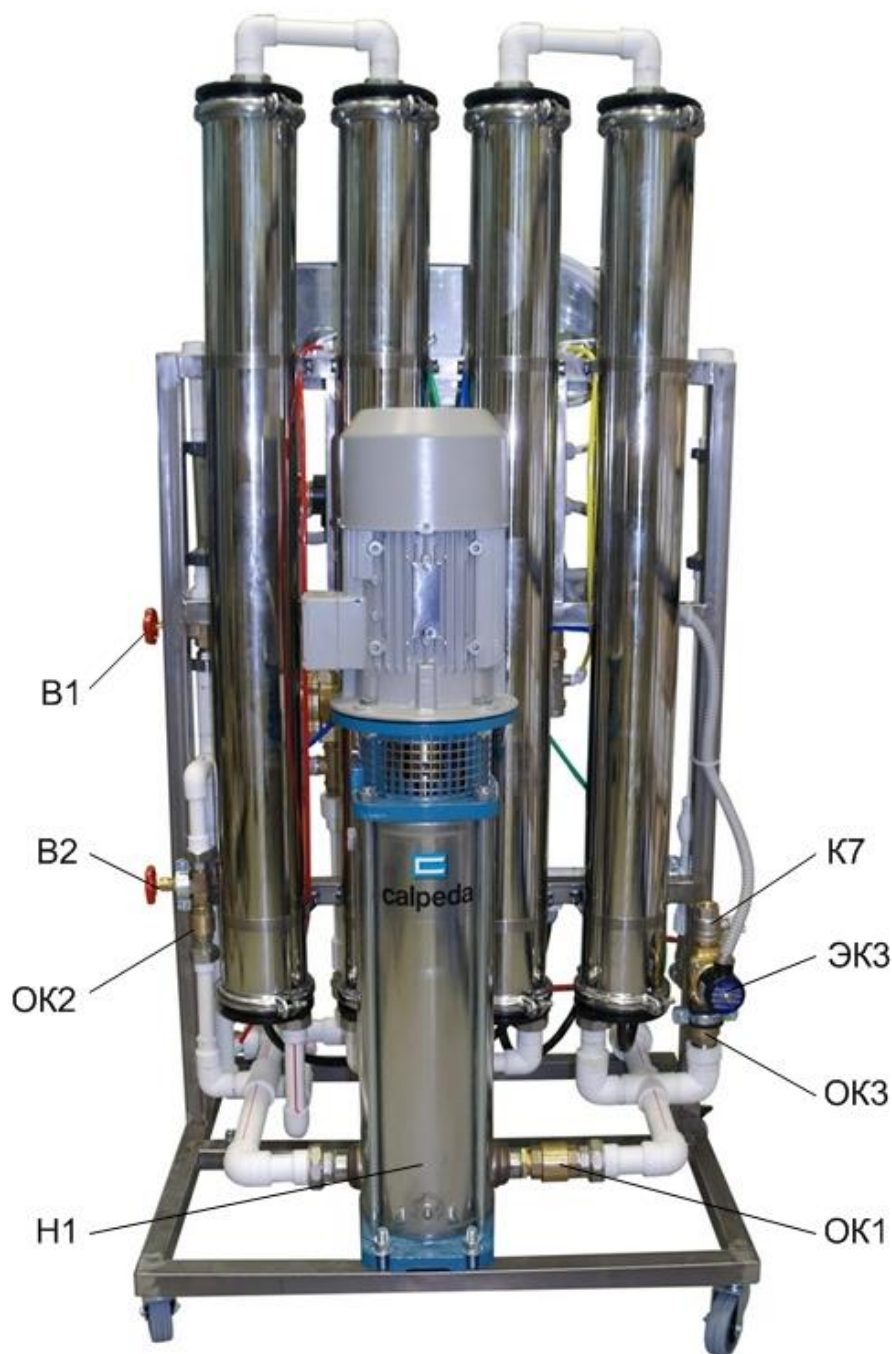

Рис.2 Общий вид установки (со стороны насоса).
2.1.3 Насос высокого давления (Н1- на рис. 2) предназначен для повышения давления перед мембранным блоком до значения, необходимого для нормальной работы мембранных элементов.